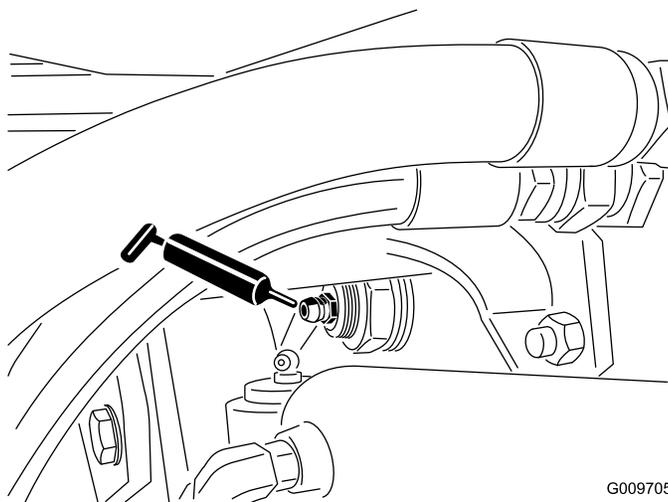

Рисунок 24
- Втулки шарниров задней оси (2 шт.) (Рисунок 24)